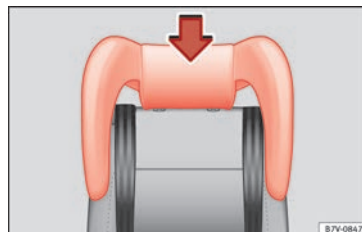

Fig. 94 Asiento integrado para niños: montar el apoyacabezas del mismo.
- Introduzca el apoyacabezas del asiento para niños en las guías del respaldo correspondiente hasta que encastre correctamente » **fig. 94**.